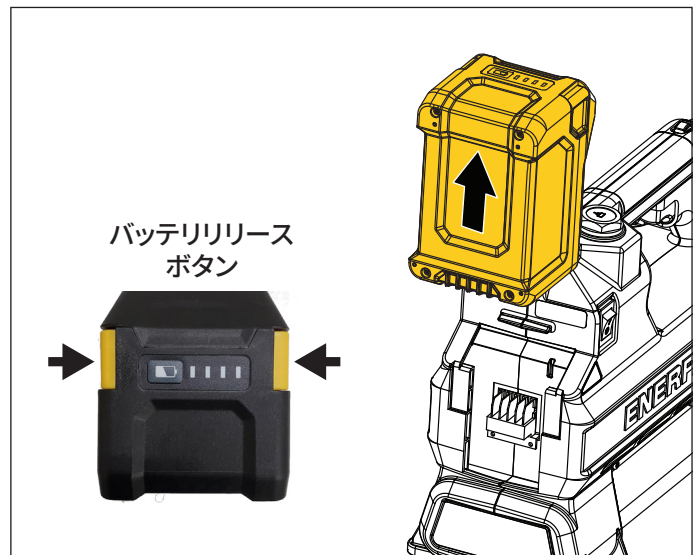

図7: バッテリー - 取り外し
- **バッテリーをポンプから取り外すには：**バッテリーの両側にあるリリースボタンを押したまま保持します。その後、バッテリーを上側にスライドさせて、ポンプから取り外します。図7を参照してください。